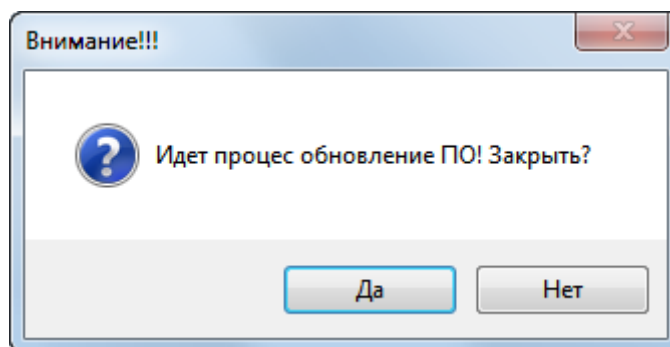

Рисунок 73
4.2.7. Во время процесса обновление программного обеспечения выдается предупреждающее сообщение (Рисунок 73).